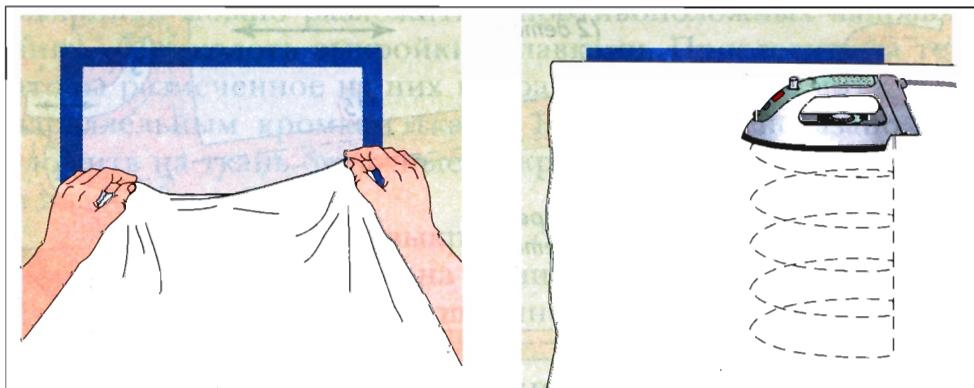

Рис. 22. Приутюживание клеевой прокладки
4. Приутюжить прокладку, действуя горячим утюгом, как прессом, выдерживая каждый раз время приутюживания — 8–12 секунд. Нельзя делать скользящие движения — только поднимать утюг, ставить на новое место и прижимать (рис. 22).